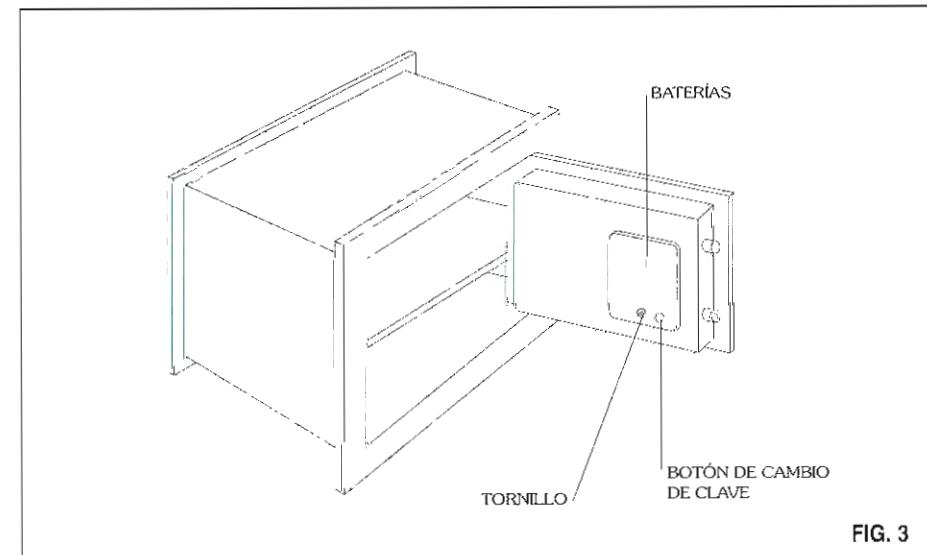

FIG. 3
Para su funcionamiento poner las cuatro pilas situadas en el interior de la caja, alojarlas en el portapilas según su polaridad, para ello abrir la puerta y de su interior quitar la tapa del portapilas aflojando el tornillo que lo fija (ver fig. 3).
4. Si la clave tecleada no coincide con la clave programada, se oirá un sonido característico de fallo en la introducción de la clave. A continuación se escuchará el sonido de invitación a teclear una nueva clave, si el número de intentos fallidos no ha superado el máximo permitido, que es de 4 consecutivos. Si tiene lugar un 5º intento fallido, el sistema queda bloqueado durante 15 minutos y el indicador luminoso verde permanece parpadeando de forma rápida, no permitiendo realizar operación alguna hasta que transcurra dicho tiempo. Sólo si la puerta está abierta y por tanto se tiene acceso al pulsador de cambio de clave (ver fig. 3). Se podrá cancelar el tiempo de espera, sin más que apretar dicho pulsador.
Para programar una nueva clave de acceso deberá estar abierta la puerta (ver 2.1 y fig. 3). Seguidamente se actuará de la siguiente forma:
2. Antes de 8 segundos, presionar el pulsador de cambio de clave situado en la parte interna de la puerta (ver fig. 3). Se escuchará la melodía «Dónde están las llaves» y a continuación el sonido de invitación a teclear una clave.
Las pilas están ubicadas en el interior de la puerta (ver fig. 3) por lo que para sustituirlas, la puerta ha de estar abierta. A continuación:
- Quitar la tapa del portapilas aflojando el tornillo que lo fija (ver fig. 3).